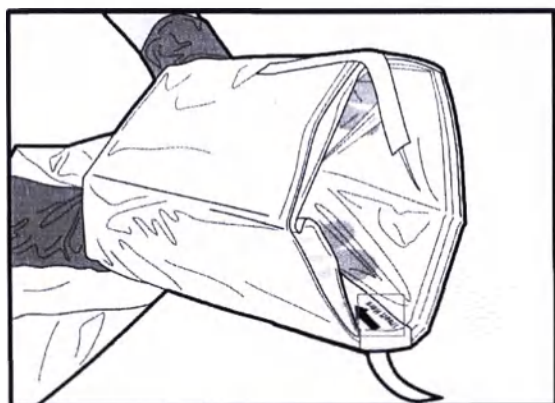

Рисунок 3. Открывание пакета
4. Стерильный оператор удерживает пакет, поместив руки во внутренние складки, и открывает его так, чтобы оператор вне стерильного поля поместил в него MDU5 PLUS. Стикер «Поместить сюда» позволяет легче отыскать отверстие пакета (Рисунок 3).